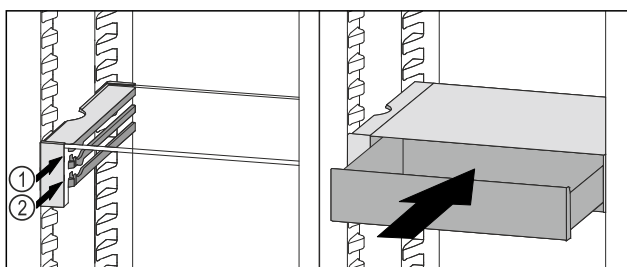

Fig. 82
- ▶ Nasadte zásuvku VarioSafe za zářáčky na požadovaném žebře Fig. 82 (1) nebo Fig. 82 (2).